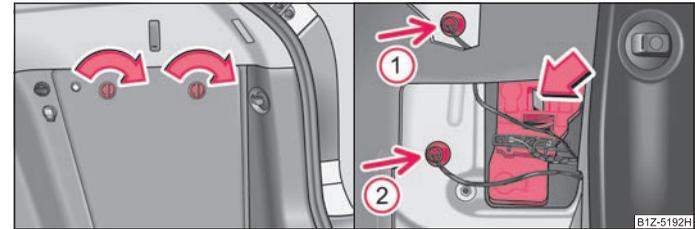

Fig. 198 Coffre à bagages: Rangement latéral / Dépose du support d'ampoules
- Déposez le cache latéral en faisant tourner les fermetures dans le sens de la flèche ⇒ fig. 198 - à gauche.
- Sortez les ampoules des feux arrière (flèche ① et ②).
- Sortez l'ampoule défectueuse (flèche ① ou ② ⇒ fig. 198) du boîtier et remplacez-la par une neuve. ▶